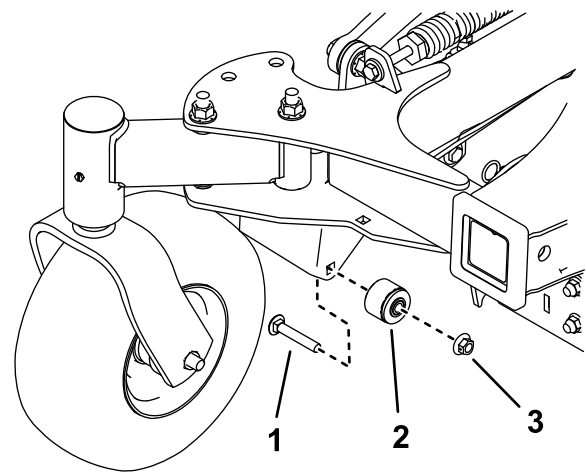

Figura 25
9. Retire ambos casquillos (Figura 25).